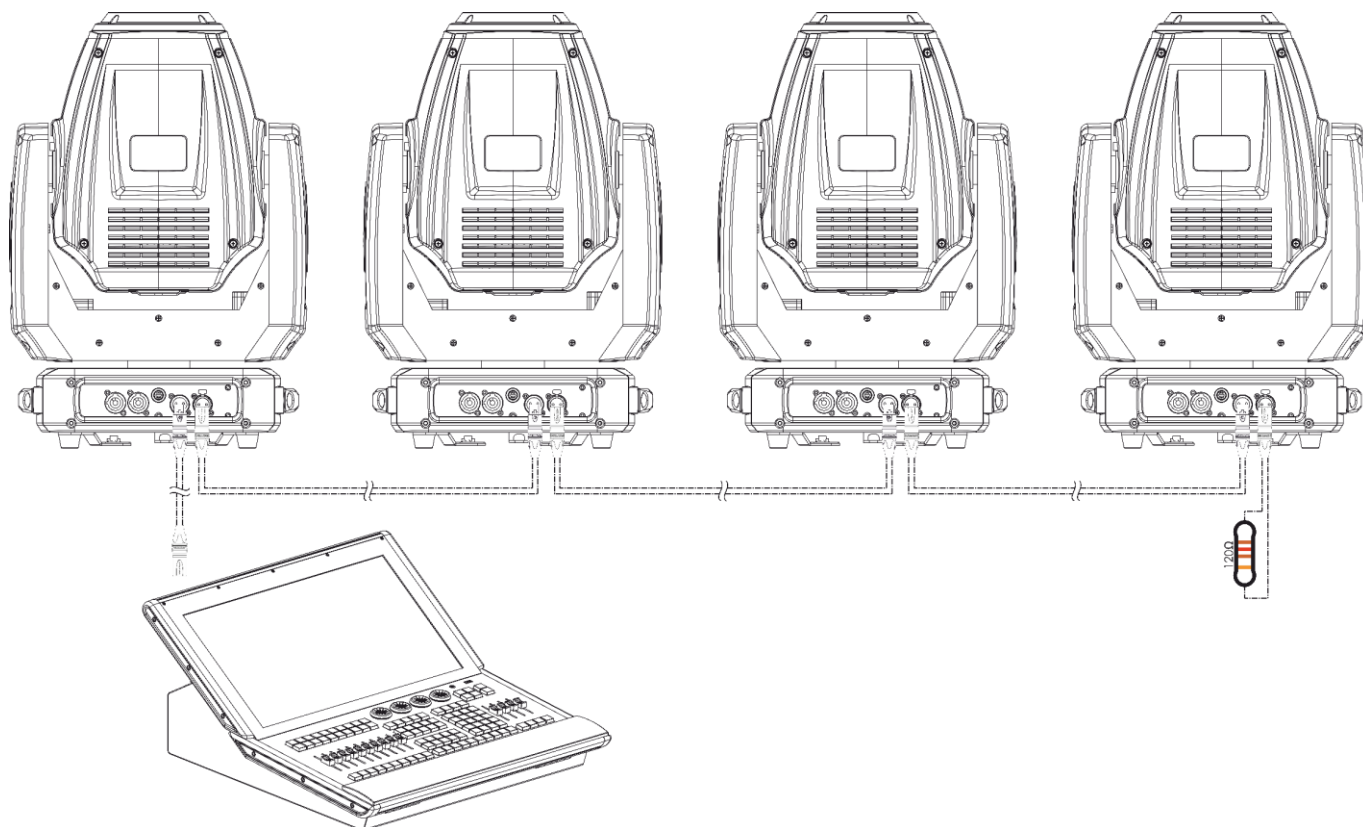

Fig. 10
- 03) Ripetere il passaggio 2 per collegare tutti i dispositivi a margherita secondo quanto mostrato nella Fig. 10.